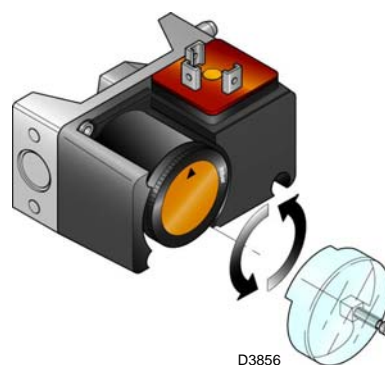

Fig. 36
- Regolare il pressostato gas di massima (Fig. 36) a fine scala.
Eseguire la regolazione del pressostato gas di massima dopo aver effettuato tutte le altre regolazioni del bruciatore con il pressostato gas di massima regolato a fine scala (Fig. 36).